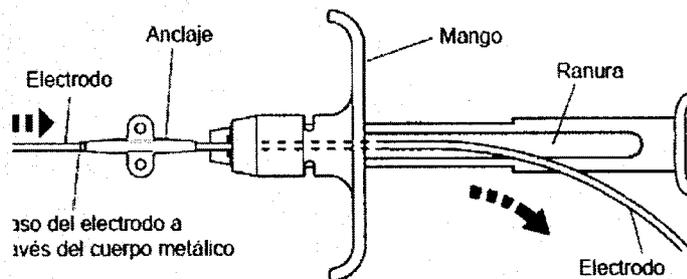

Figura 2. Paso del electrodo a través del cuerpo metálico
- Pase el extremo con conector del electrodo por el interior del cuerpo metálico del dispensador del anclaje hasta que salga el electrodo más allá del mango a través de la ranura (Figura 2).